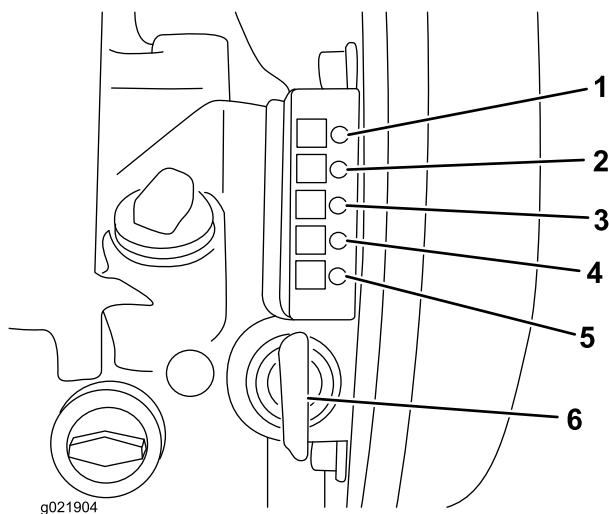

Рисунок 19
2. Поверните переключатель зажигания в положение «Работа» (Рисунок 19); см. Переключатель электрического запуска (страница 12).